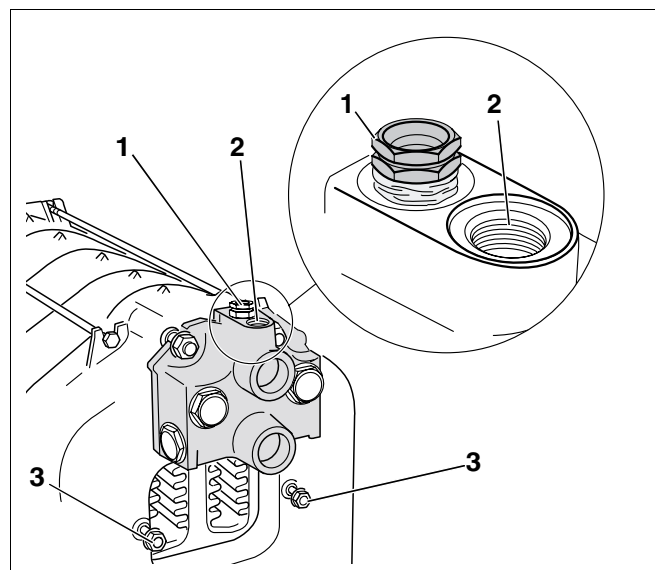
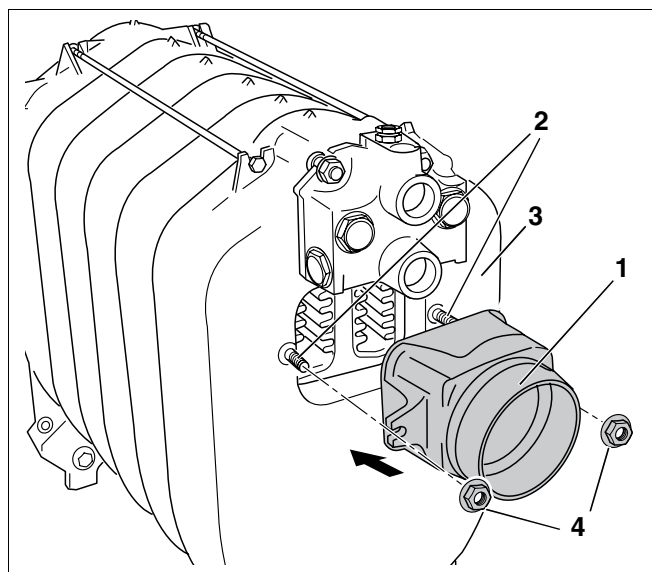

Fig. 29 Etanșarea tecii de imersie
Fig. 30 Montarea ștuțurilor pentru gazele de evacuare
- Teaca de imersie R $\frac{3}{4}$ (dimensiuni - lungime: 110 mm, Fig. 29, **Poz. 1**) se va etanșa de sus în Rp $\frac{3}{4}$ gaura filetată a locului de măsură la piesa de racord.
Ștuțurile pentru gazele de evacuare (Fig. 30, **Poz. 1**) trebuie prevăzute cu șnur de etanșare și se vor monta în partea din spate a elementului (Fig. 30, **Poz. 3**) blocului de cazan.
- Șaibele și piulițele (Fig. 29, **Poz. 3**, pagina 29), prinse cu prezoane (Fig. 30, **Poz. 2**) se îndepărtează.
- Ștuțurile de evacuare (Fig. 30, **Poz. 1**) se amplasează la ambele prezoane (Fig. 30, **Poz. 2**) (Fig. 30, **Poz. 3**), și se fixează (Fig. 30, **Poz. 4**) cu piulițe.